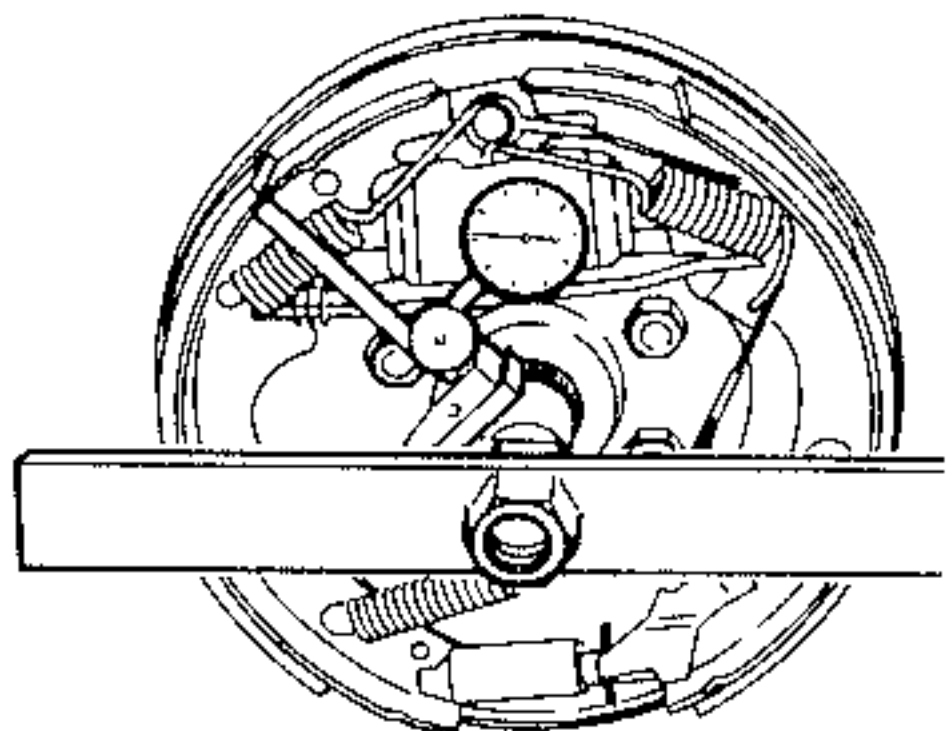

Bild 82
- Das Axialspiel der Achswelle ist jetzt an der linken Welle auszumessen. Dazu mit einem Bleihammer gegen die Welle schlagen. Um die Achswelle gut zu erfassen, ist ein Stück Flacheisen, wie in Bild 82 gezeigt, an der Welle anzuschrauben. Messuhr so anordnen, dass die Halterung an der Achse befestigt ist, während der Messstift gegen das Flacheisen anliegt.